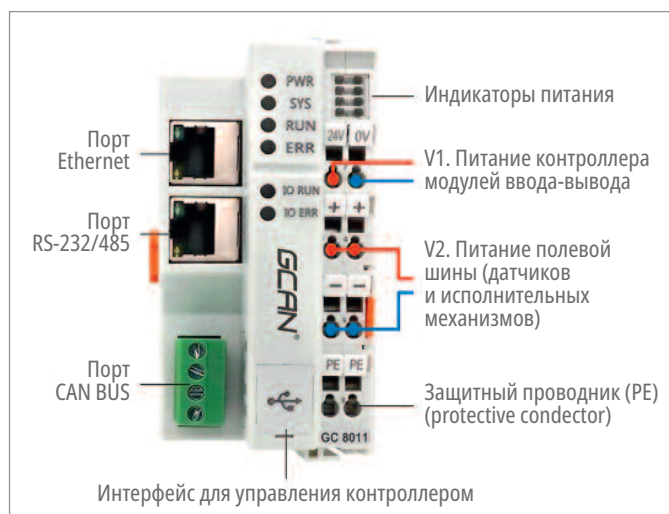

Рисунок 2. Контроллер GCAN-PLC-510 с модулем ввода питания GC-8011
- непосредственно сам **модуль контроллера GCAN-PLC-510** (рис. 2);
- **модуль ввода питания GC-8011**. Данный модуль ввода питания конструктивно является частью модуля контроллера и жёстко зафиксирован на нём, как отражено на рис. 2. Предназначен для организации питания системы (контроллера, модулей ввода-вывода) и шины питания внешних цепей (датчиков и исполнительных механизмов);
Схема организации питания системы на базе контроллера GCAN изображена на рис. 2. Требуется обеспечить два ввода питания.
1. Общее электрическое питание самого контроллера и подключённых к нему модулей ввода-вывода обозначено как “V1” на рис. 2. Осуществляется от внешнего источника постоянного тока с напряжением 18...30 В, подключаемого к клеммам “24V”, “0V” модуля ввода питания GC-8011.
2. Питание полевой шины (цепей датчиков и исполнительных механизмов) – обозначено как “V2” на рис. 2. Осуществляется от внешнего источника постоянного тока с ввода напряжения 24 В, подключаемого к клеммам “+”, “-” модуля ввода питания GC-8011. Далее напряжение распределяется по системе через ножевые контакты, расположенные на корпусах модулей GC-xxxx.